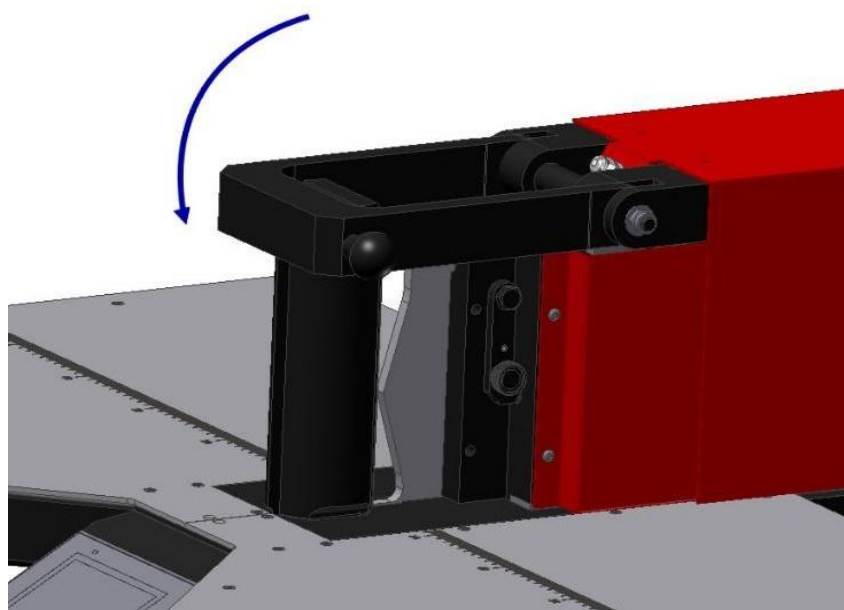

Рис. 41
- Закрийте захисний затиск (рис. 41).